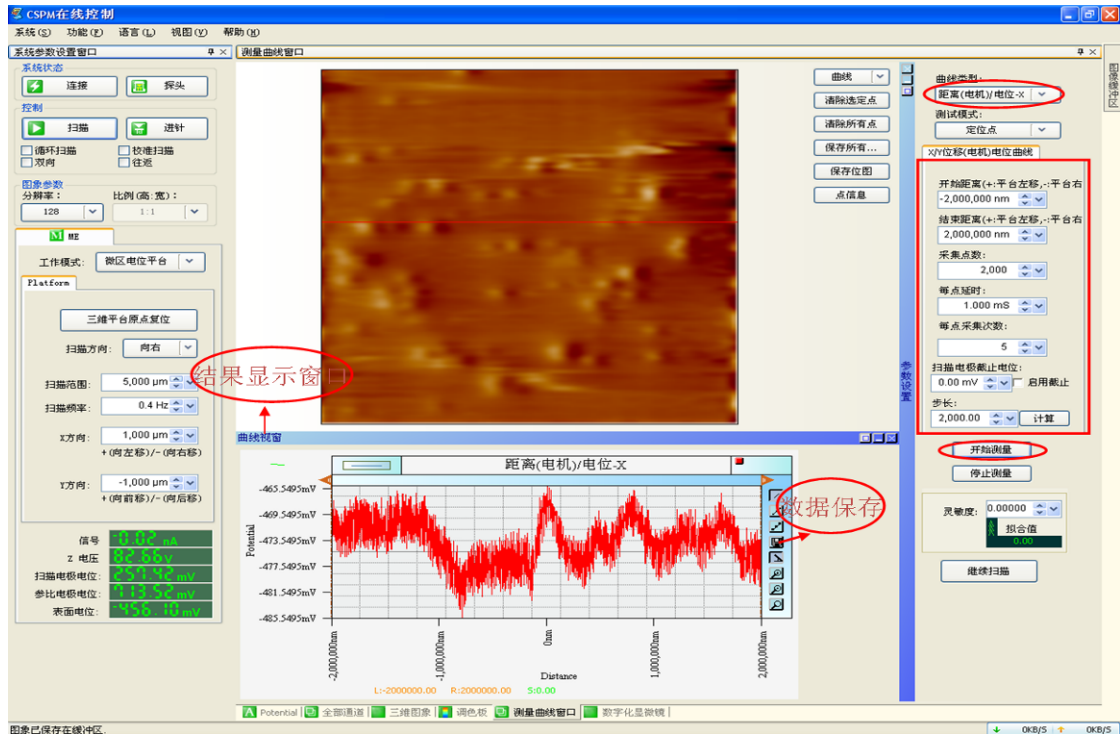
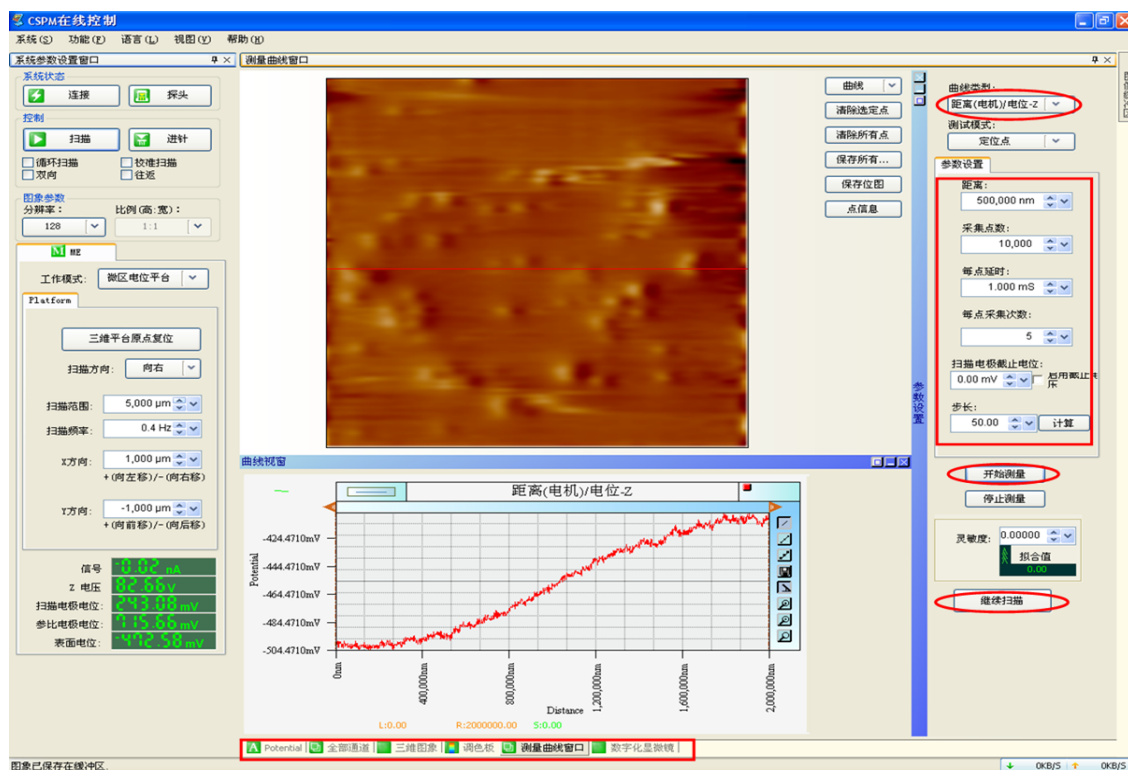

图3-13 X轴电位测试
图3-14 Z轴电位测试
2)定位点选择好后,开始扫描,当扫描到定位点的位置时会停止扫描,如果要得到定位点X(Y)轴线扫描的电位信息,则将“曲线类型”选择为“距离(电机)/电位-X(Y)”(图3-13);如果将“曲线类型”选择为“距离(电机)/电位-Z”,则需要先适当的进针(图3-14);